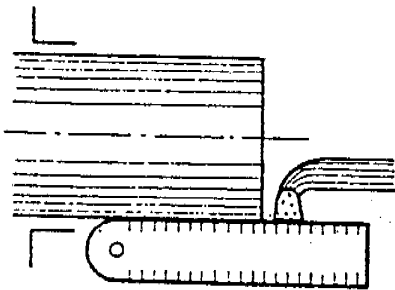
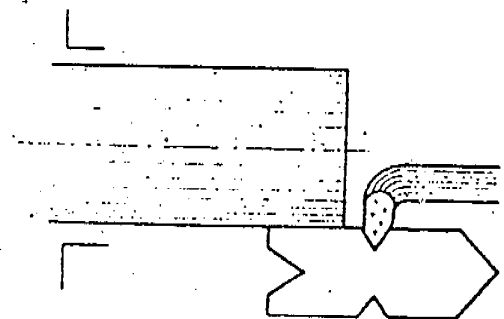

Figura 10
Figura 11
3. La arista de corte de la herramienta, en el caso de rosca trapecial o cuadrada, debe quedar paralela a la pared del agujero ( Figura 10 ), en el caso de rosca triangular, ellas es ubicada conforme a lo indicado en la figura 11.